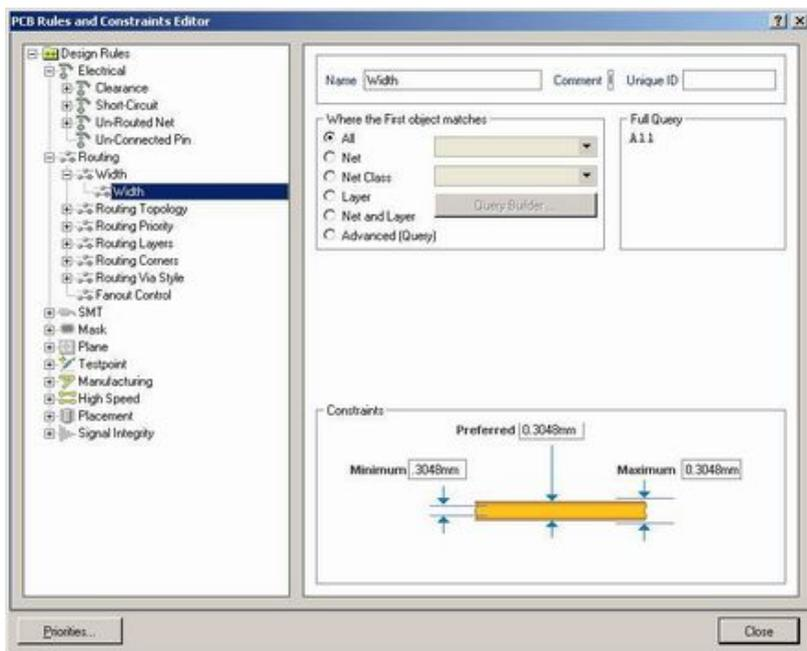

Рис. 10. Настройка правил проектирования
4. Выполнить двойной щелчок левой кнопкой мыши на типе правил *Width* и один раз левой кнопкой мыши на правиле *Width*. В правой части окна появится описание данного правила (рис. 10). Если необходимо добавить правило такого же типа, то правило *Width* следует переименовать.